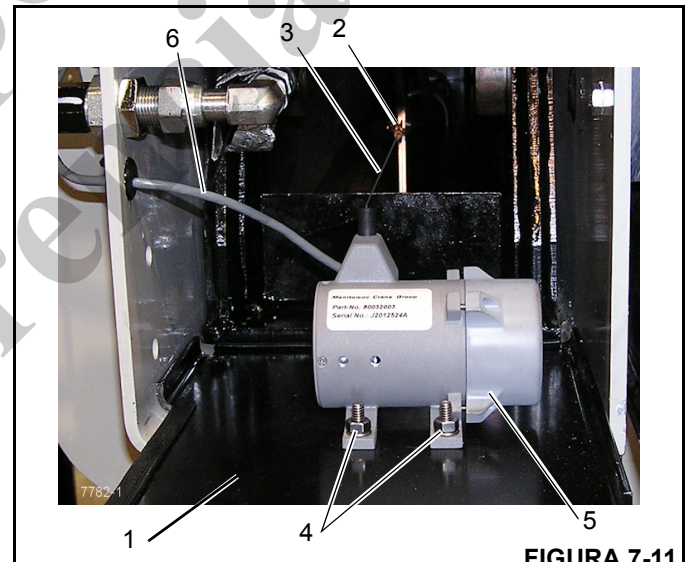

FIGURA 7-11
2. Retire la tornillería que asegura la placa de cubierta del estabilizador (1, Figura 7-11) y quite la placa de cubierta.
3. Retire el conector de potenciómetro en serie del OMS (2) del punto de conexión en la viga del estabilizador.